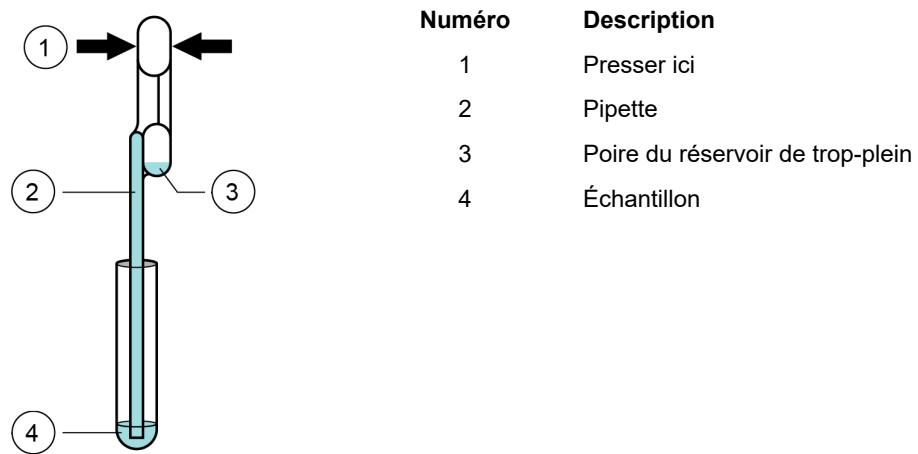

Figure 27. Pipette de transfert
14. Presser complètement la poire supérieure de la pipette de transfert jusqu'à l'aplatir entièrement. Tout en maintenant la poire parfaitement aplatie, placer l'embout de la pipette dans le tube de transport d'échantillon (voir la Figure 27).
15. En gardant la pipette sous la surface du liquide, relâcher lentement la poire supérieure de la pipette afin de remplir la pipette avant de la retirer du tube. Il est normal que du liquide pénètre dans le réservoir de trop-plein (voir la Figure 27). Vérifier que la pipette ne contient pas de bulles.